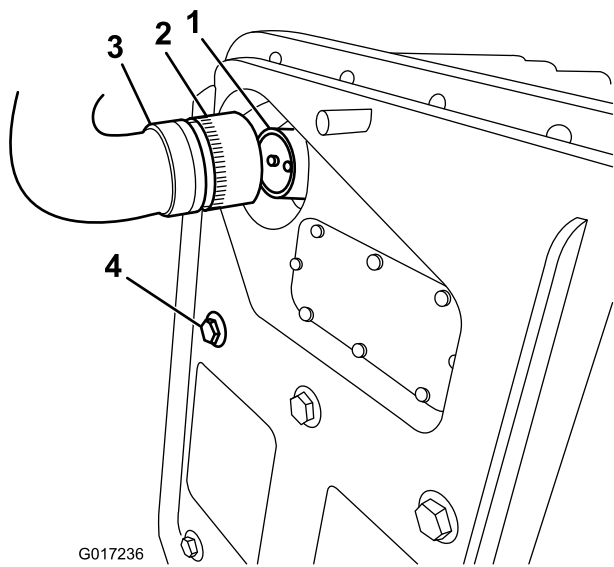
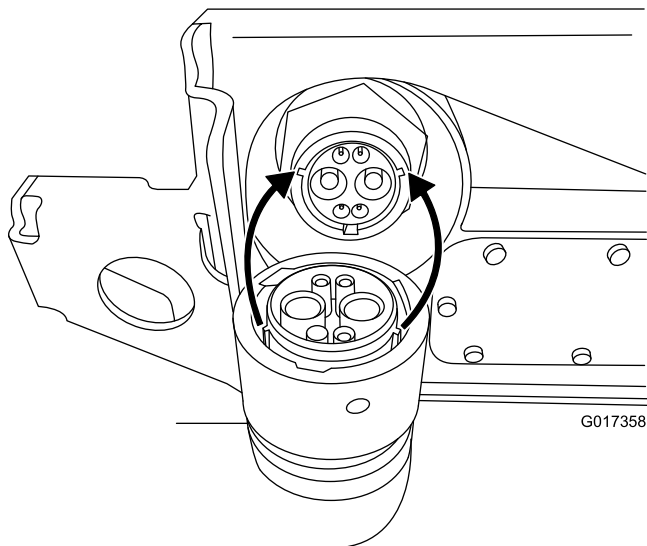

図 10
図 11
9. ハーネスの電源プラグの各タブを、バッテリーパックのソケットのスロットに合わせる。ハーネスのコネクタをバッテリーのコネクタにしっかりと差し込む（図 10 と 図 11）。